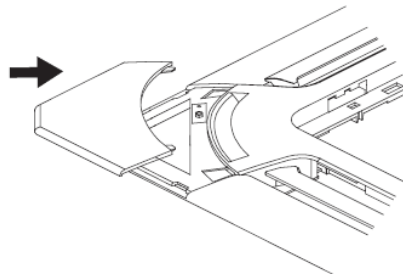

Fig. 10.6
6. Befestigen Sie die Montageabdeckungen an allen vier Ecken, indem Sie sie nach innen schieben. (Siehe Abb.10.6)